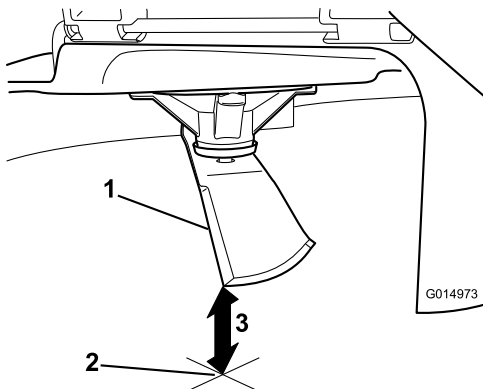

Figura 77
3. Măsurați de la vârful lamei până la suprafața plană (Figura 77).